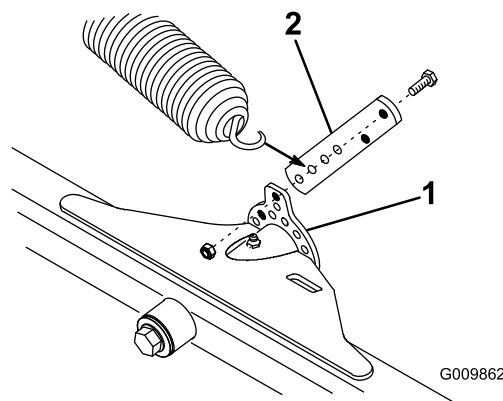

Figura 14
1. Monte un anclaje de muelle al lado interior trasero de cada pestaña de elevación de las unidades de corte delanteras con 2 pernos (1/4 x 3/4 pulg.) y contratueras, según se muestra en Figura 14.
2. En las unidades de corte delanteras, enganche el muelle en el segundo taladro desde abajo (posición N° 3) del anclaje del muelle (Figura 14).